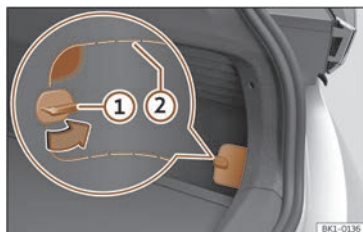

Fig. 72 Sur la partie inférieure droite de la garniture du coffre : cache avec lignes de coupe.
- Faites pivoter la fermeture du cache de 90° >>> **fig. 72 ①**.
- Pressez la surface vers l'intérieur depuis le haut de l'ouverture >>> **fig. 72** (zone marquée).
- Passez la main dans l'ouverture et détachez le cache en le tirant. Selon les cas, appliquez un objet approprié sur les lignes de coupe >>> **fig. 72 ②**.